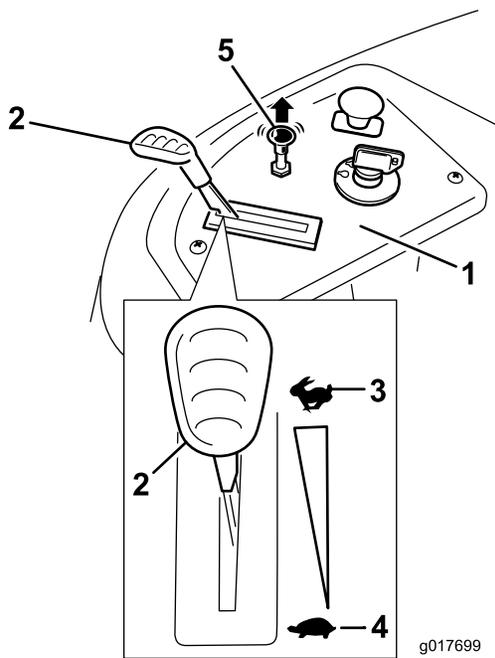

Figura 13
4. Si el motor está frío, tire hacia arriba del control del estarter (Figura 13).
2. Mueva la palanca del acelerador a la posición de Rápido (Figura 13).